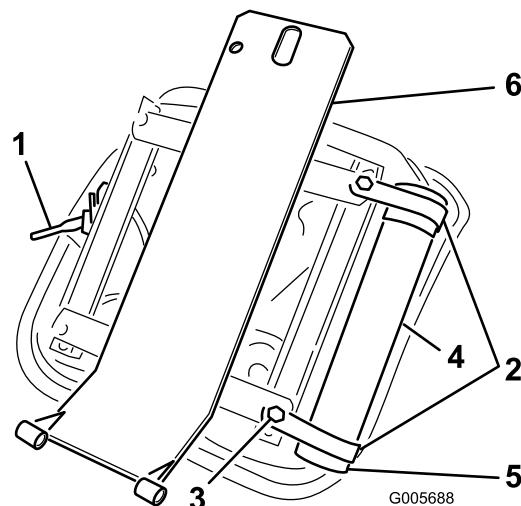

Figura 12
1. Monte el conjunto de suspensión del asiento en los 4 tornillos de caperuza de la parte inferior del asiento y fije el conjunto con 4 arandelas de freno, arandelas planas y tuercas (Figura 12).
2. Sujete provisionalmente las 2 abrazaderas en R al lado derecho de la parte inferior del asiento con los 2 tornillos de caperuza y las arandelas planas suministrados en el kit (Figura 12). Instale el tubo del manual en las abrazaderas en R y apriete los tornillos de caperuza (Figura 12).
3. Monte el soporte del asiento en los cuatro espárragos roscados situados en la parte inferior del conjunto de suspensión del asiento y sujételo con tuercas con arandela prensada (Figura 12).